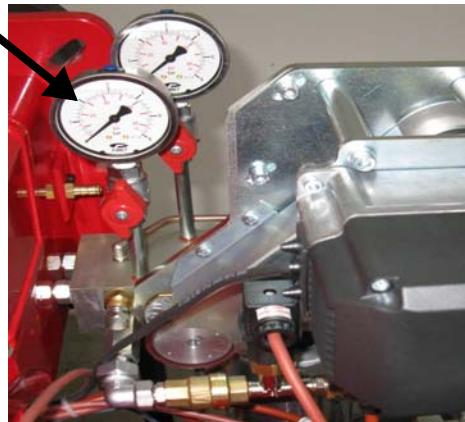

Рис. 17
**ВНИМАНИЕ:** Давление, считываемое на манометре 60, должно составлять от 5 до 10 бар.(Рис. 17 Т гидравлическую схему)